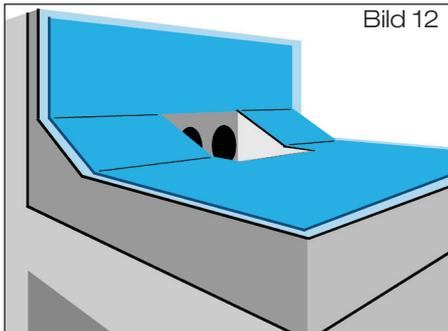

Bild 12
- 2.4 **Anschlussmanschette** bauseits aus vorhandener Bitumen-Dachdichtungsbahn, Größe: ca. 700 mm x 1000 mm, zuschneiden (Bild 12). Den Klebeflansch 100 mm umlaufend mit Bitumen-Voranstrich versehen. Anschlussmanschette über Ablauf legen und im Schweißverfahren mit Klebeflansch verbinden.